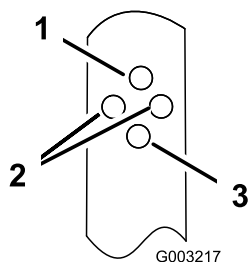

Figure 15
- Insérez le boulon dans le trou de chaque support de sorte à régler le guidon à la hauteur voulue (Figure 15).